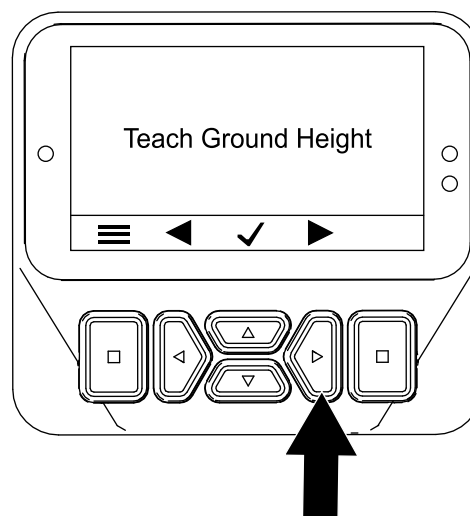

**Figura 46**
3. Premete due volte il pulsante Destra per visualizzare la schermata Calibrazione della distanza delle fustelle dal terreno (Figura 46).